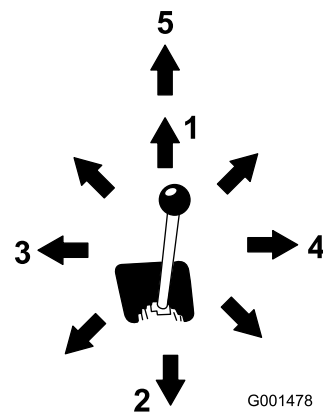

Figura 10
- Per inclinare l'attrezzo in avanti, portare lentamente la leva verso destra (Figura 10).
- Per inclinare l'attrezzo all'indietro, portare lentamente la leva verso sinistra (Figura 10).
- Per abbassare i bracci caricatori, portate lentamente la leva in avanti (Figura 10).
- Per sollevare i bracci caricatori, portate lentamente la leva indietro (Figura 10).
- Per abbassare i bracci caricatori in posizione fissa (flottazione) portate completamente in avanti la relativa leva (Figura 10).